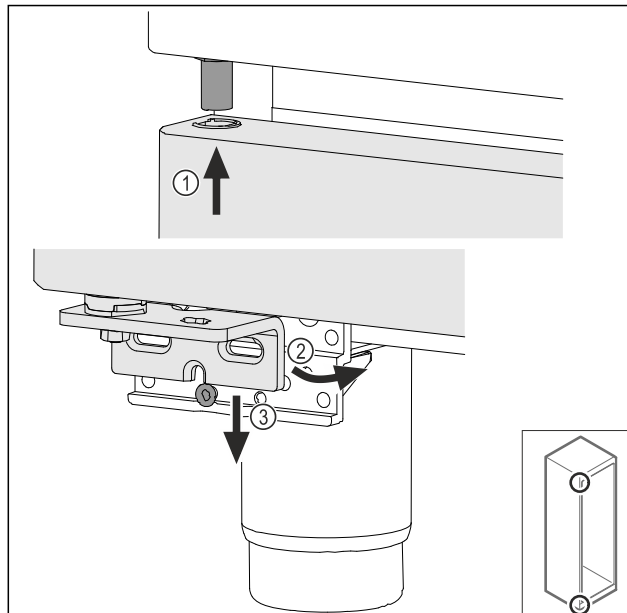

Fig. 62
- ▶ Установите дверь под небольшим уклоном сверху Fig. 62 (1), выровняйте ее прямо Fig. 62 (2) и смонтируйте снизу на винт опорного кронштейна Fig. 62 (3).